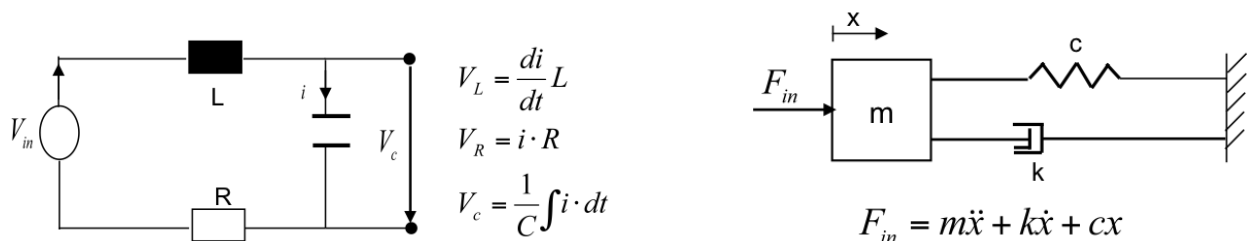

Abbildung 4.8: Schwingkreise
4.4 ☞ *Schwingkreise:* Erstellen Sie ein System, das das Modell eines der in Abbildung 4.8 dargestellten physikalischen Systeme enthält.